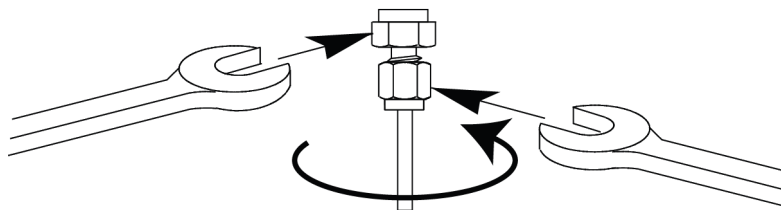

Figura 21. Aperto final
7. Para conexões Swagelok de 1/8 pol., use um par de chaves para apertar a conexão em 3/4 de volta. Consulte **Figura 21**.